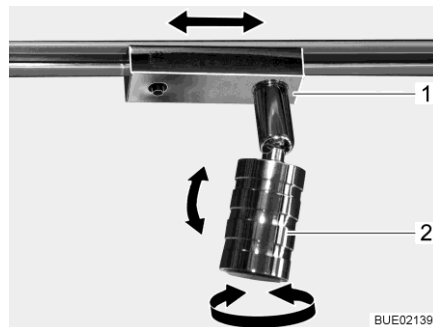

Fig. 84 Faretto
Orientamento: ■ Afferrare l'involucro (Fig. 84,2) e girarlo.
Posizionamento: ■ Afferrare lo zoccolo (Fig. 84,1) e ruotarlo di ca. 45°.
- Afferrare lo zoccolo (Fig. 84,1) e ruotarlo di 90°.